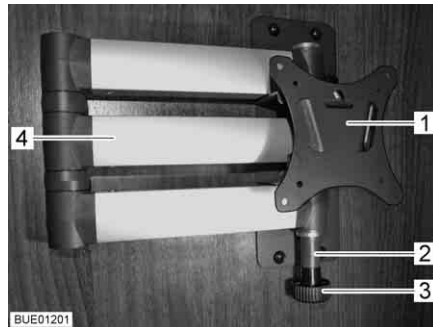

Bild 67 Halterung mit Gelenkarm
- Entriegelungsknopf (Bild 67,3) ziehen. Der Gelenkarm (Bild 67,4) ist entriegelt.
- Flachbildschirm in die Ausgangslage zurückschwenken, bis die Halterung (Bild 67,1) in die Verriegelung (Bild 67,2) einrastet.